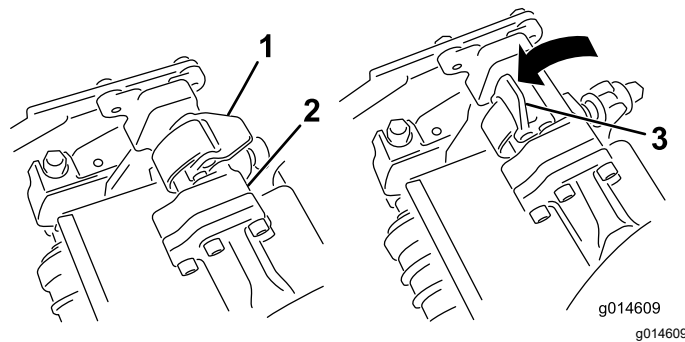
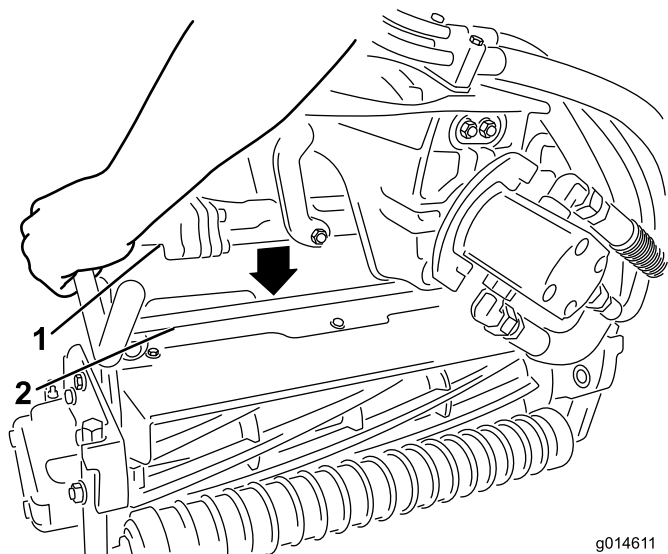

Figure 52
Figure 53
4. Ouvrez les verrous sur la barre du bras de suspension (Figure 52) et poussez le bras vers le bas pour que la barre recouvre les deux bras d'inclinaison sur l'unité de coupe, en vous assurant que les verrous passent sous la barre transversale de l'unité de coupe (Figure 53).
5. Fermez les verrous autour de la barre de l'unité de coupe et bloquez-les en place (Figure 52).
6. Ouvrez les verrous sur la barre du bras de suspension appartenant à l'unité de coupe que vous voulez déposer (Figure 52).